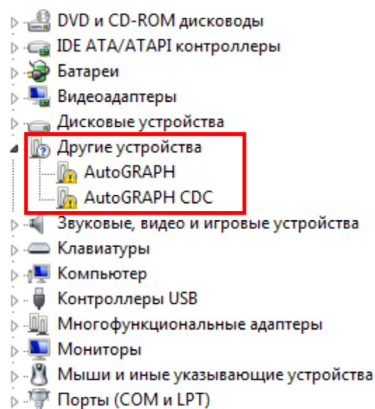
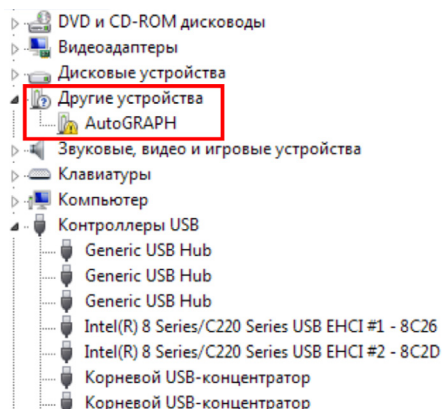

Рис.1. Прибор «АвтоГРАФ-GSM» с новым драйвером.
Рис.2. Прибор «АвтоГРАФ-GSM» со старым драйвером.
Программа «AG.GSMConf» версии 3.3.0 и выше поддерживает работу как со старым USB драйвером, так и с новым. Узнать, с каким драйвером работает прибор можно, подключив его компьютеру. Если прибор поддерживает работу с новым драйвером, то в Диспетчере устройств появятся два новых устройства – AutoGRAPH и AutoGRAPH CDC (Рис.1). Если устройство работает со старым драйвером, то в Диспетчере устройств появится одно новое устройство – AutoGRAPH (Рис.2).
- В Диспетчере устройств появятся новые устройства AutoGRAPH и AutoGRAPH CDC (Рис.1).
- При подключении прибора к ПК с установленной ОС MS Windows 7, прибор будет автоматически обнаружен (Рис.2). Необходимо скачать драйверы с поддержкой MS Windows 7 (AutoGRAPH\_DRIVER\_AND\_GPS-MOUSE.zip) с официального сайта ООО «ТехноКом» и установить их вручную.